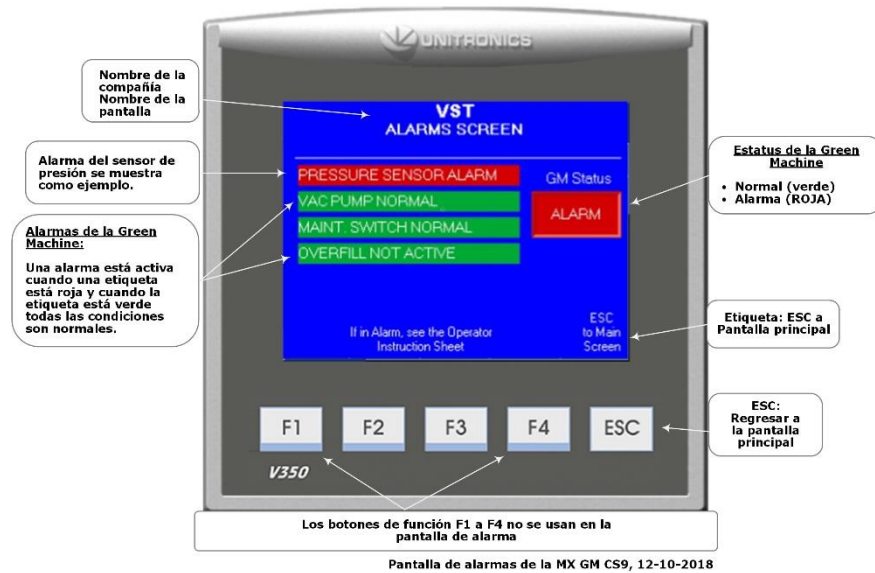

Figura 8-17: Pantalla de alarma del controlador de la GREEN MACHINE
- La alarma de sobrellenado del controlador del panel de control de VST está activa cuando la alarma de sobrellenado del sistema de administración de combustible está activa. **Vea la figura 8-17.**